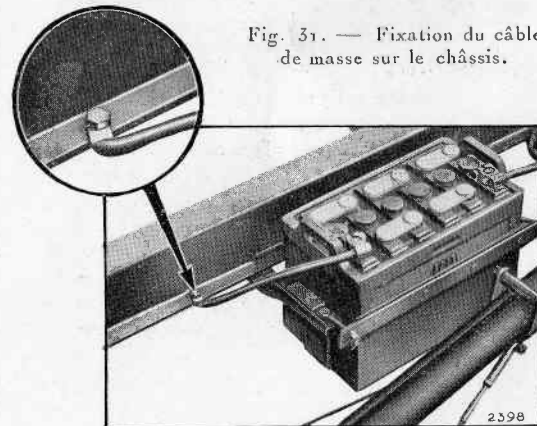

Fig. 31. — Fixation du câble de masse sur le châssis.
- 1° Vérifier la fixation du câble de masse sur le châssis (fig. 31) et le serrage des cosses sur la batterie.